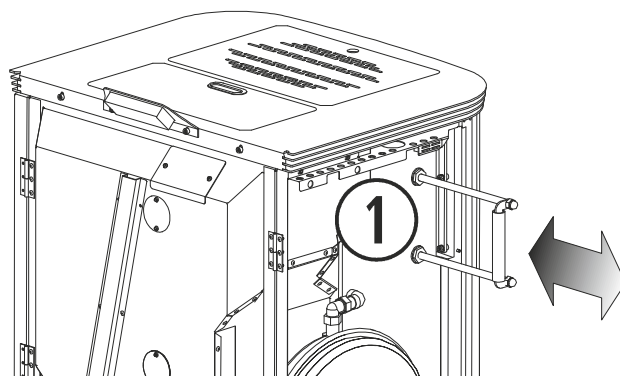

Рисунок 15
11.1. Привести в действие предохранительные ручки, удобнее, когда стеклянная дверь находится закрытой, чтобы пепел остался внутри печи. То же самое необходимо проделывать **каждый день**, когда плита холодная. См. *Рисунок 15* (Hidroscopper).